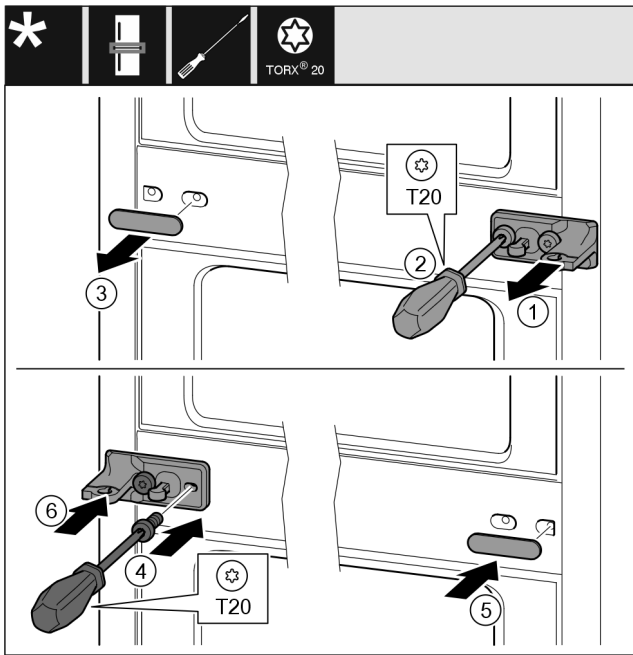

Fig. 33
- ▶ Αφαιρέστε τη ροδέλα. Fig. 33 (1)
- ▶ Ξεβιδώστε τις βίδες με κατασβίδι T20. Fig. 33 (2)
- ▶ Τραβήξτε προσεκτικά έξω το κάλυμμα. Fig. 33 (3)
- ▶ Βιδώστε το στήριγμα με τη μεμβράνη περιστρέφοντάς το 180° στην άλλη πλευρά. Fig. 33 (4)
- ▶ Εφαρμόστε το κάλυμμα περιστρέφοντας το κατά 180° στην άλλη πλευρά. Fig. 33 (5)
- ▶ Περάστε τη ροδέλα από μπροστά. Fig. 33 (6)